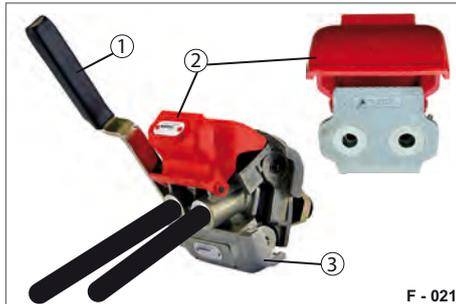

Abb. 24 Duo-Matic, abgekuppelt
- ▶ Handgriff (Abb. 24/1) der Duo-Matic Schnellkupplungsdose nach oben ziehen.
- ▶ Kupplungskopf (Abb. 24/2) unter dem Schutzdeckel hervorziehen. Verbindung ist getrennt. Verschlussdeckel schließt den Kupplungskopf automatisch und schützt gegen Verschmutzung und Beschädigung.